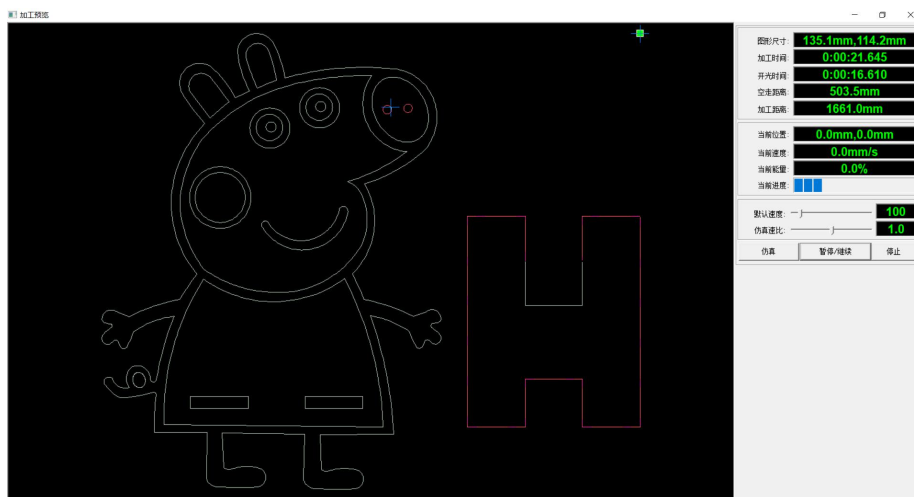

图 3-5
4、点击仿真之后，会在加工预览界面仿真出激光头切割木板的切割顺序。如图 3-5